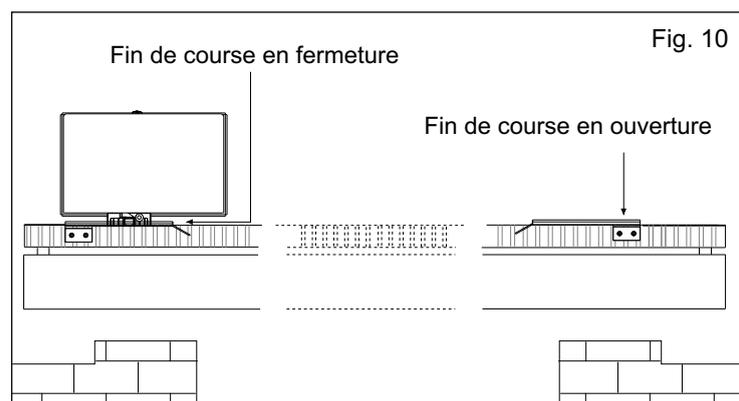

Fig. 10
6.1. Pour l'installation du fin de course en ouverture, il faut suivre les instructions reportées au-dessous (Fig. 10):